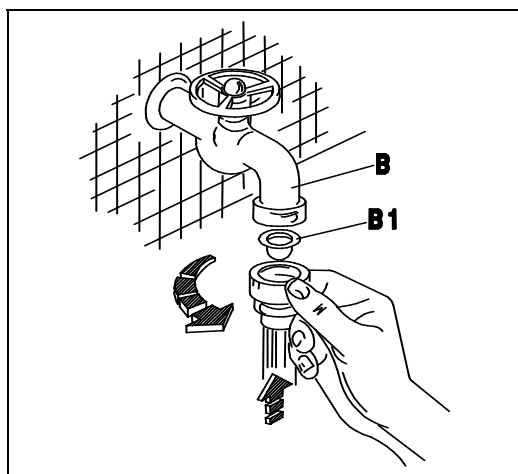
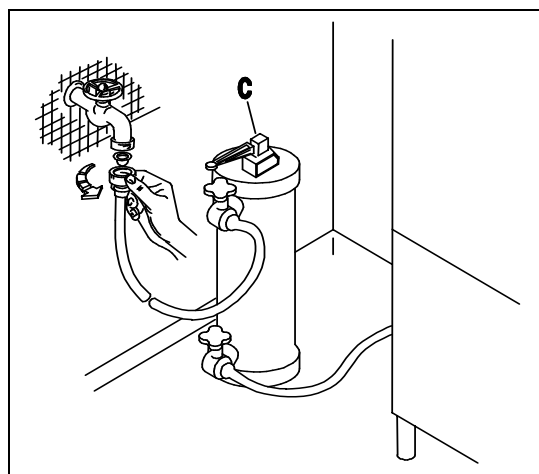
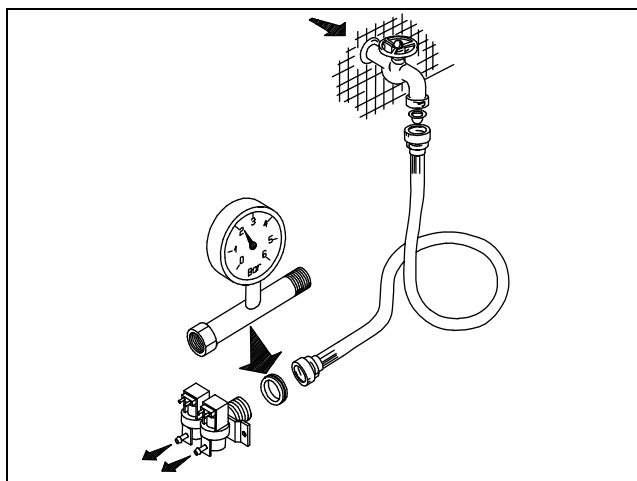
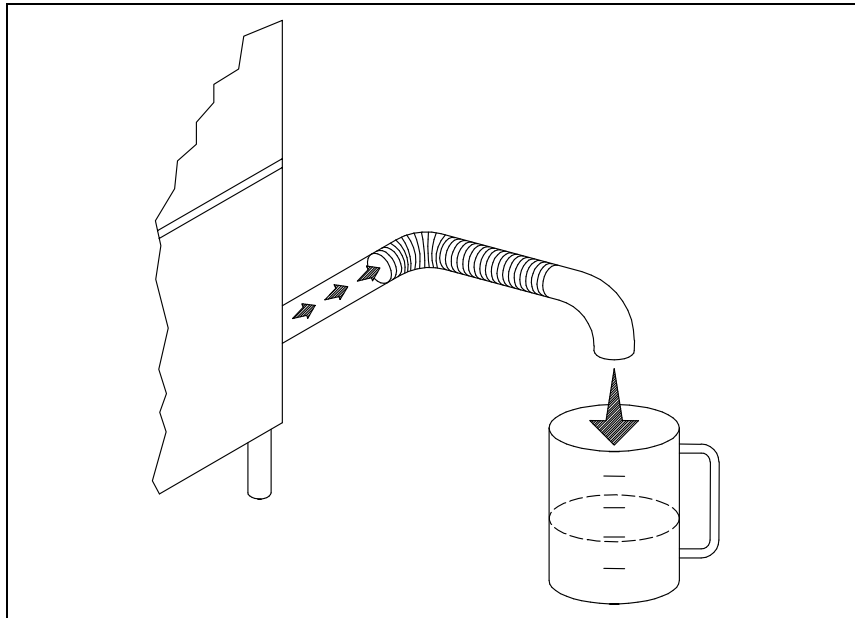

Bild. 2-2
Bild. 2-3
Bild. 2-4
Bild. 2-5
- Das Gerät ist für den Anschluss an Warm- oder Kaltwasser (max. 50-55°C) vorgesehen, wobei der Druck bei offenem Ventil (Fließdruck) dem in Tab. 2-1 angegebenen entsprechen sollte. Bei höherem Druck als dem empfohlenen ist ein Druckminderer zu installieren. Bei zu niedrigerem Druck ist eine Druckerhöhungspumpe mit max. 0,5 PS, mit einer Förderleistung von 20l/min und einer Förderhöhe von 15-20m zu installieren. Die Druckkontrolle muss am Eingang des Elektroventils erfolgen (siehe Bild 2-4). Die Wasserleitung muss einen Innendurchmesser von mindestens 16/18 mm aufweisen (siehe Bild 2-5). Den Zulaufschlauch des Gerätes an einen möglichst nahegelegenen Wasserhahn (B) anschliessen und den vorgesehenen Filter (B1) anbringen (siehe Bild 2-2). Der Einbau eines Wasserenthärter oder - Entsalzers (C) wird empfohlen; dieser gehört nicht zur Ausstattung und muss vor dem Elektroventil der Maschine eingebaut werden. (siehe Bild 2-3).